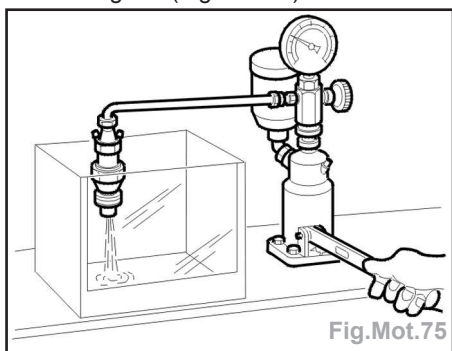

Fig.Mot.75
- Donner au levier de la pompe des impulsions brèves et sèches, l'injecteur doit produire une pulvérisation très fine et homogène (Fig.Mot.75).